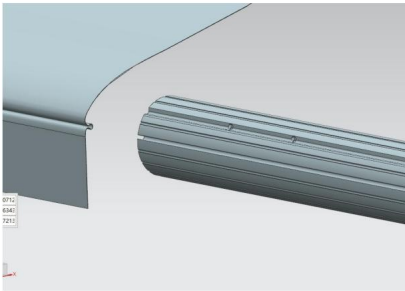
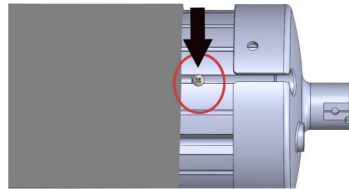
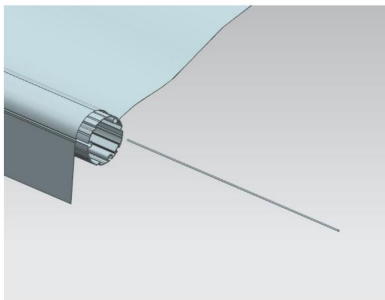

Figure C12
Figure C13
Figure C14
3.5 Ouvrez le tissu, insérez le tissu dans la fente du tube du rouleau, puis insérez le l'extrémité avant du tissu dans une autre fente du tube du rouleau, puis fixez la vis B à empêcher le tissu de bouger, puis insérez la bande de tissu dans la fente. Dernière insertion la boucle de la ceinture à la bande. (Figure C12, Figure C13, Figure C14, Figure C15)